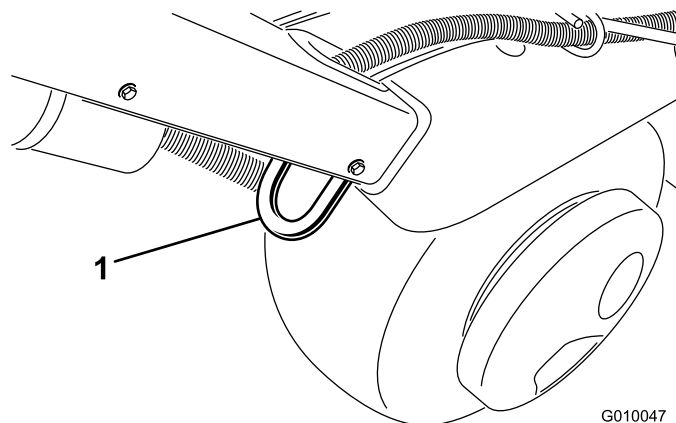
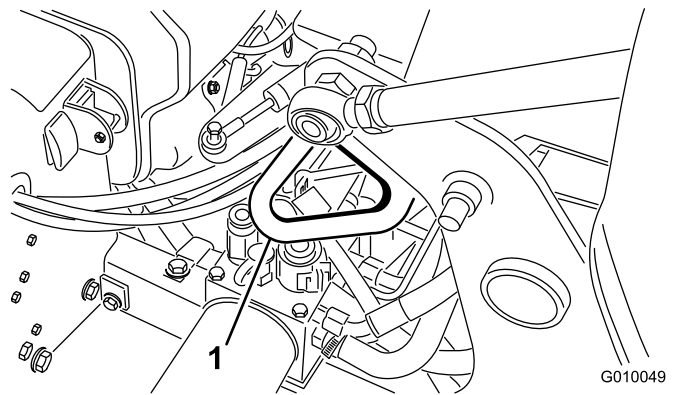

Figura 33
Figura 35
3. Fissate saldamente i punti d'attacco dell'arieggiatore (Figura 33 attraverso Figura 35) al rimorchio o all'autocarro per mezzo di cinghie, catene, cavi o corde.